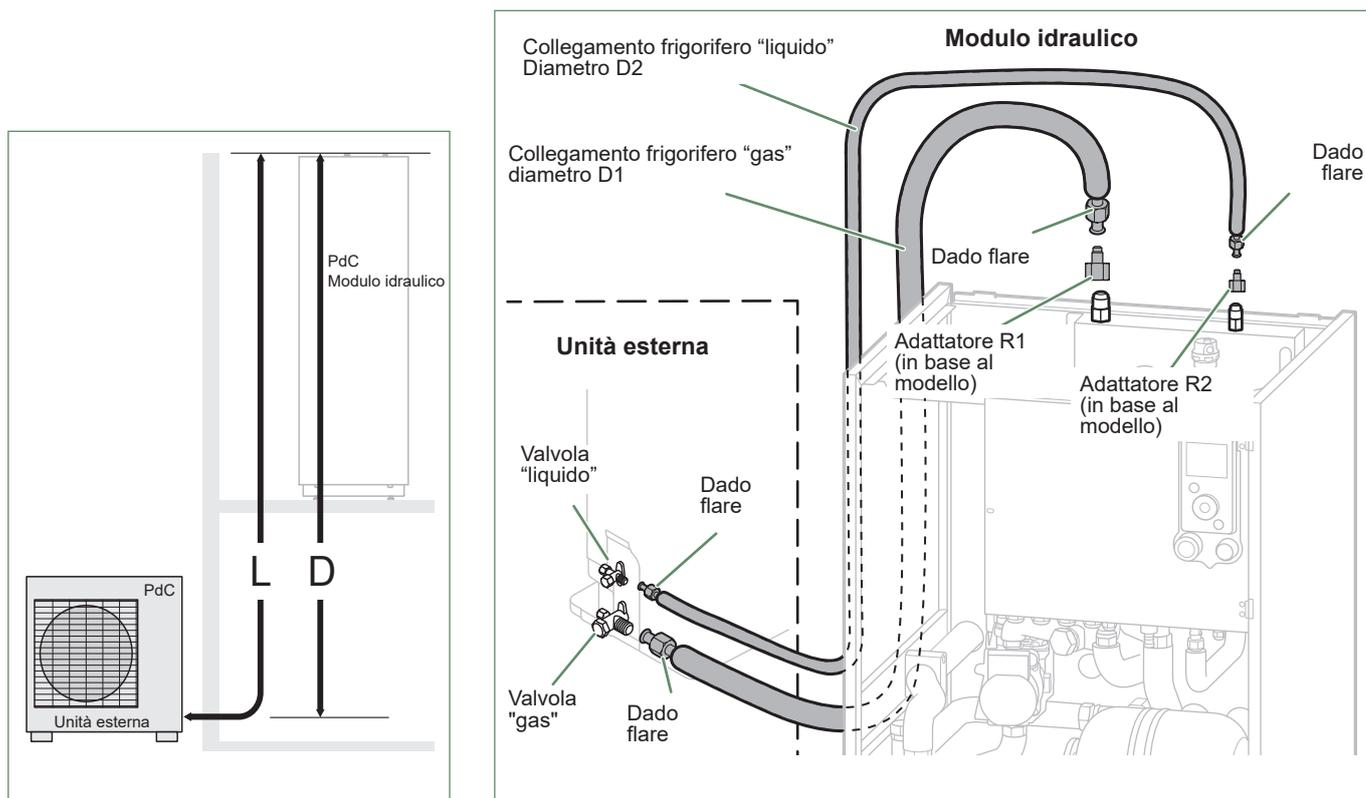

fig. 32 - Raccordo dei collegamenti frigoriferi (diametri e lunghezze consentiti)
- A seconda dei casi, collegare un adattatore (riduzione) 1/4"- 3/8" o 1/2"- 5/8" (vedere *fig. 32*).